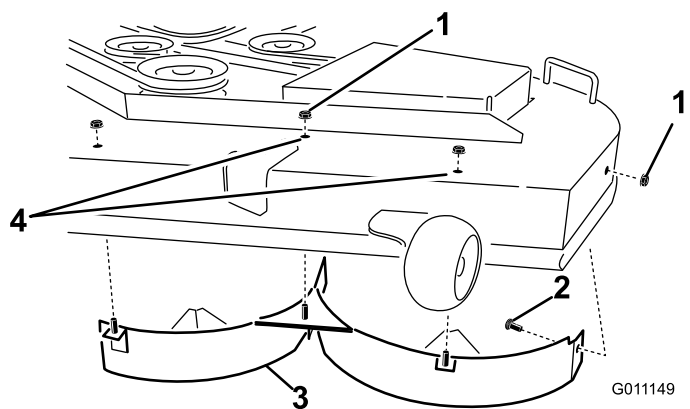

Bild 33
Stellungen befestigt sind (**Bild 33**). Entfernen Sie die Schlossschraube und die Sicherungsmutter an der Seitenwand des Mähwerks, die das linke Ablenkblech am Mähwerk befestigen.
7. Entfernen Sie das linke Ablenkblech vom Mähwerk, wie in **Bild 33** dargestellt.
8. Finden Sie die zwei Schrauben an den losen Teilen und verwenden Sie die vorhandenen Sicherungsmuttern. Setzen Sie die Befestigungen in die Löcher oben am Mähwerk ein, wie in **Bild 33** dargestellt, um das Herausschleudern von Grünabfällen zu vermeiden. Setzen Sie die Schrauben durch die Unterseite des Mähwerks ein und verwenden Sie eine vorhandene Sicherungsmutter, um von oben zu sichern.